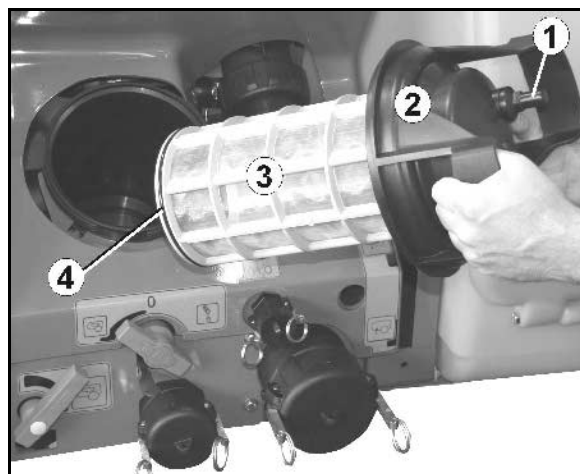

Fig. 127
Rengør sugefilteret (Fig. 127) dagligt efter sprøjtning.
5. Skru aftapningsventilen fast på sugefilteret (Fig. 127/1).
6. Løsn låget på sugefilteret (Fig. 127/2).
7. Tag låget med sugefilteret (Fig. 127/3) af, og rengør med vand.
- Smør O-ringene nederst på sugefilteret med fedt (Fig. 127/4).